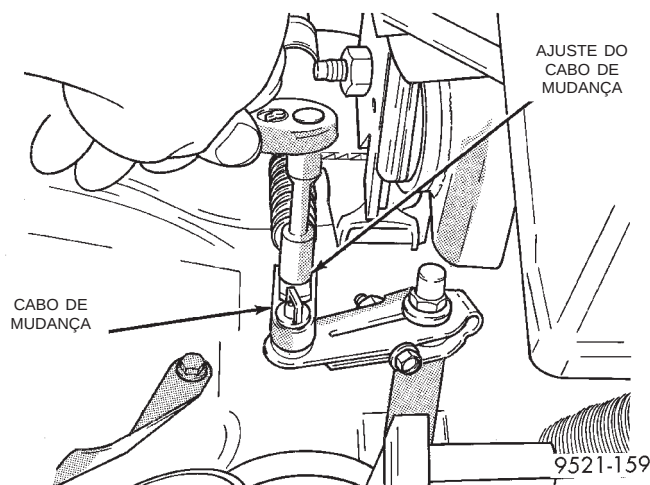

Fig. 160 Ajuste do Cabo da Alavanca de Mudança
(1) Estacione o veículo no nível do chão e aplique o freio de estacionamento.
(2) Coloque a alavanca de mudança na posição de estacionamento (P) e remova a chave.
(3) Solte o parafuso de ajuste do cabo na alavanca de operação da transmissão (Fig. 160).
(4) Empurre a alavanca de operação da transmissão totalmente para frente na posição detentora de estacionamento.
(5) Solte o freio de estacionamento e, a seguir, balance o veículo para assegurar de que esteja travado no lugar. Reaplique o freio de estacionamento.
(6) Aperte o parafuso de ajuste do cabo com um torque de 8 N·m (70 pol.-lb.). O cabo da alavanca de mudança deve ser ajustado corretamente agora.
(7) Verifique se o indicador PRNDL ainda exibe a engrenagem correspondente completamente. Se não